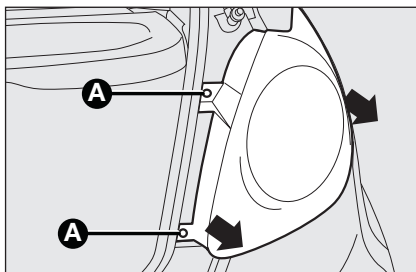

fig. 19
- deșurubați cele două șuruburi de fixare **A-fig. 19** și scoateți grupul optic în mod axial, fără să îl rotiți;